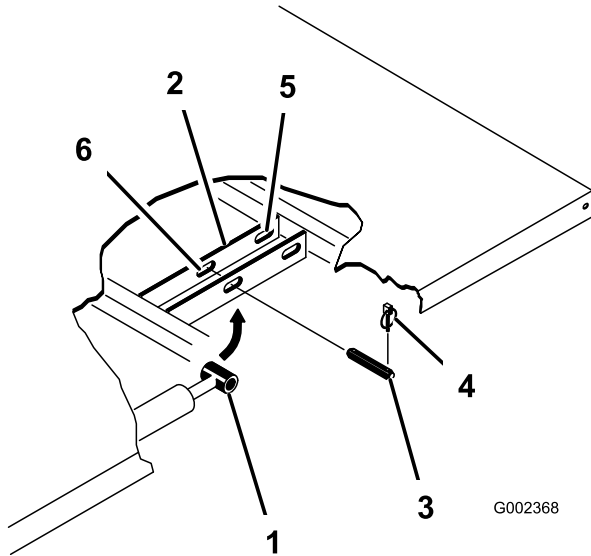

Figure 32
3. Retirez les goupilles à anneau aux extrémités extérieures des axes des tiges de vérins (Figure 32).
4. Retirez les axes de chape qui fixent les côtés tiges des vérins aux plaques de montage du plateau en les poussant vers l'intérieur (Figure 32).
5. Enlevez les goupilles à anneau et les axes de chape qui fixent les supports de pivot aux profilés du cadre (Figure 32).